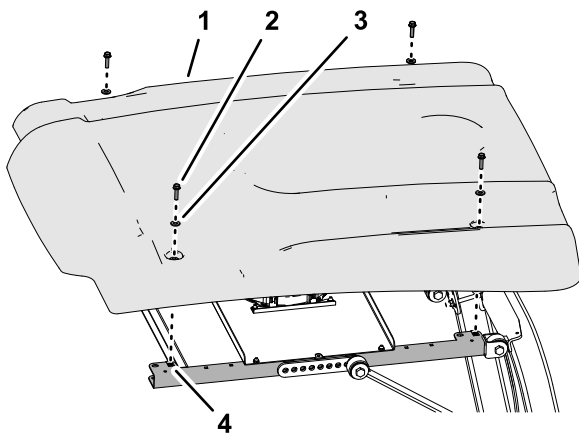

Figura 14
2. Montate il parasole sulle canaline del telaio (Figura 14) con i 4 bulloni a testa flangiata (5/16" x 1 1/4") e le 4 rondelle (5/16") rimossi in 2 Rimozione del parasole (pagina 2).